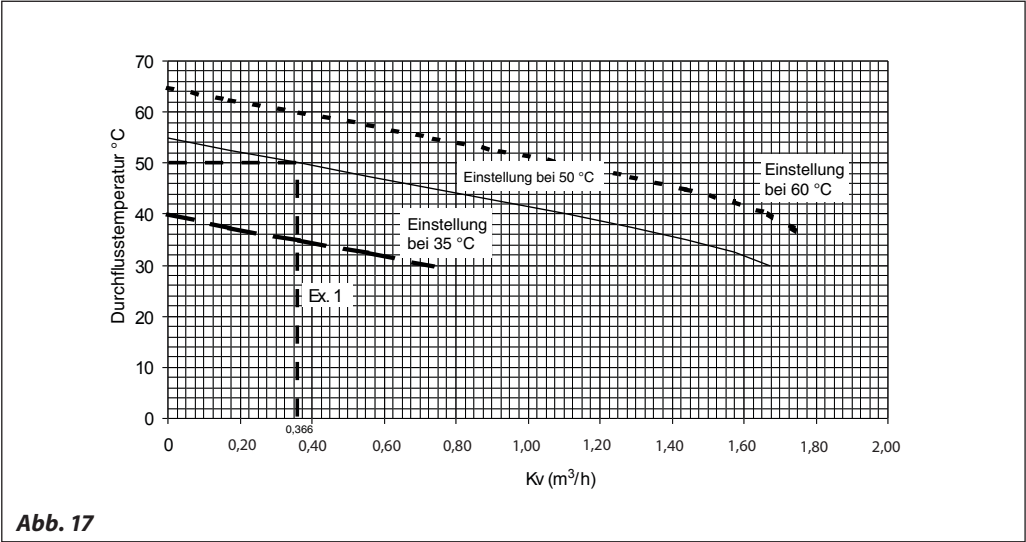

Abb. 17
- Für eine Berechnung des Durchflusses auf Abb. 17 (Seite 8) zurückgreifen.